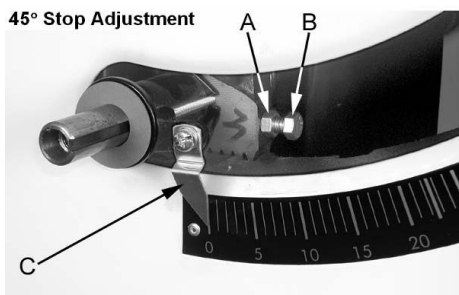

рис. 20
8. Если пильный диск не под углом 45 градусов к столу, удалите маховик подъёма/понижения пильного диска. Ослабьте контргайку (А см. рис. 20) и поверните стопорный винт регулировки (В, рис. 20) на передней цапфе во, внутрь или наружу. Регулировочный винт следует прекратить вращать на переднем кронштейне цапфы, когда пильный диск находится под углом 45 ° к столу.
9. Проверьте правильность указателя (С, рис. 20) на угол масштаба и скорректируйте, если это необходимо.